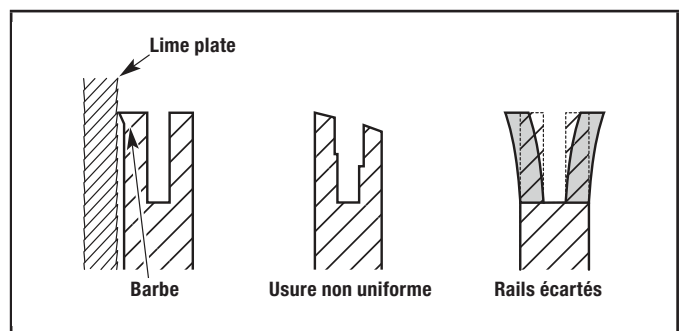

Figure 39
3. Vérifiez fréquemment la barre de guidage pour y déceler tout dommage (Fig. 39). Les déformations et barbes sur les rails du guide font partie de l'usure normale. Ces défauts doivent être limés dès qu'ils apparaissent (Fig. 39). Un guide présentant l'un ou plusieurs des défauts ci-dessous doit être remplacé :